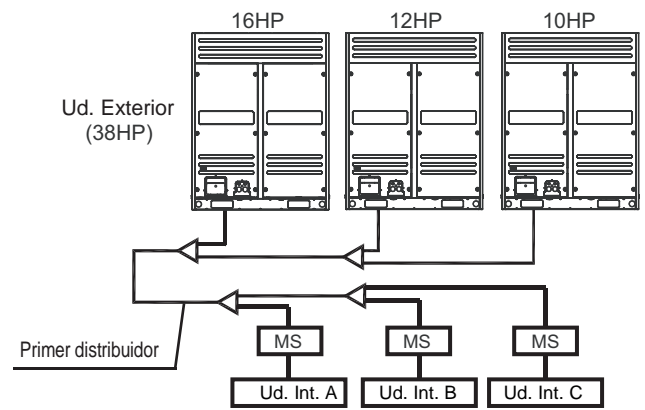

Fig. 4-10
- 2) Instale las unidades de forma secuencial de mayor a menor capacidad respecto al primer distribuidor (ver Fig. 4-10)